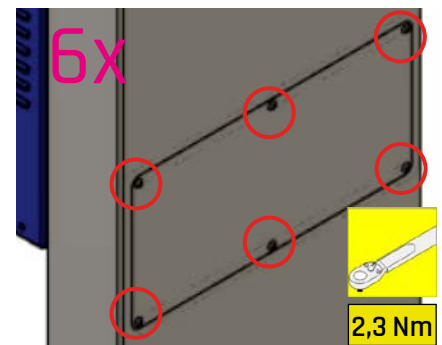

Abb. 19: Service-Deckel Standfuß
- 2** Die Verschraubung des Service-Deckels lösen: siehe Abb. 19.
- Torx-Sicherheitsschrauben M3x8 (2 pro Deckel) anziehen: siehe Abb. 19.